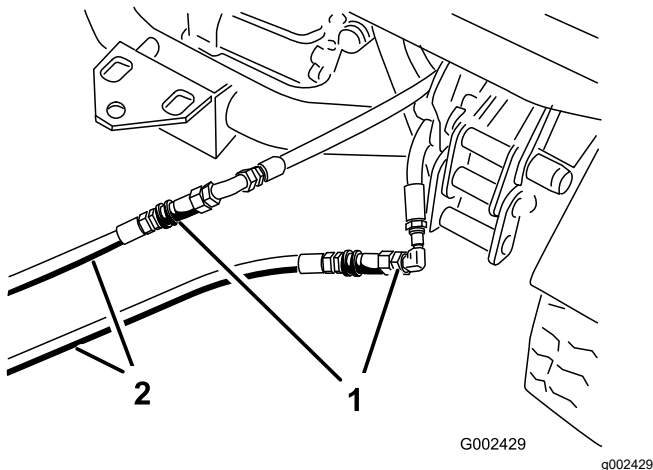

Figura 72
3. En la máquina inmovilizada, conecte las dos mangueras de interconexión a las mangueras que fueron desconectadas (Figura 72).